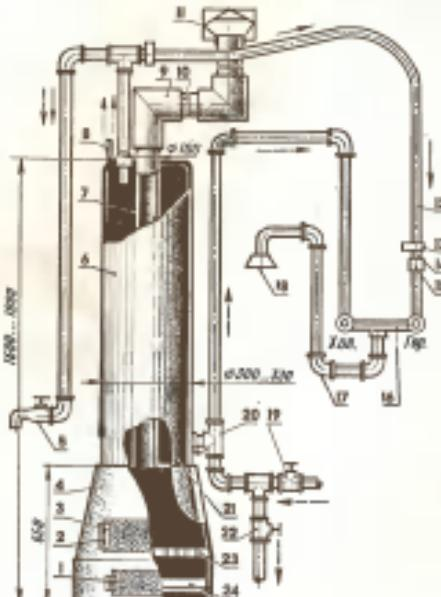

Рис. 1.
Состоит колонка из топки, бака, трубопровода, смесителя, душевой насадки, кранов и вентилей (рис. 1). Если нет центрального водопровода, можно использовать водопроводные краны. Но это следует делать не более чем за 0,5 и максимум 1 час. В месте подсоединения к трубине 20 холодная вода поступает в бак колонки. Для этого открывают вентиль 18, а вентиль 22 закрывают. Холодная вода поступает также в соответствующий антифризильной головке смесителя. На рис. 1 шариковой стражкой показано движение холодной воды, сплошной стражкой — горячей. Там, где струи идут рядом, движение холодной воды показано при начальном заполнении бака паром расстоянкой. О том, что был парен, свидетельствует пожаление воды из отверстия настенного крана 6. В этот момент его нужно закрыть и приступить к разведению огня в топке. По правилам противопожарной безопасности нельзя разводить огонь с помощью бензина, соленки и т. п.
ка. **ПРОВЕРКА НА ГОРЯЧУЮ ВОДУ** Контроль температуры полного бака с газиферами, указанных на рис. 1, — от 6 до 40° С — 20—30 мин., от 40 до 65° С — 45—65 мин.
**Металлическая дымовая труба** состоит из отдельных патрубков, колен, вентиля или дефлектора (см. рис. 1). Делают ее из кровельной листовой стали толщиной 0,8 мм. Изготовление дымовой трубы начинают с замера